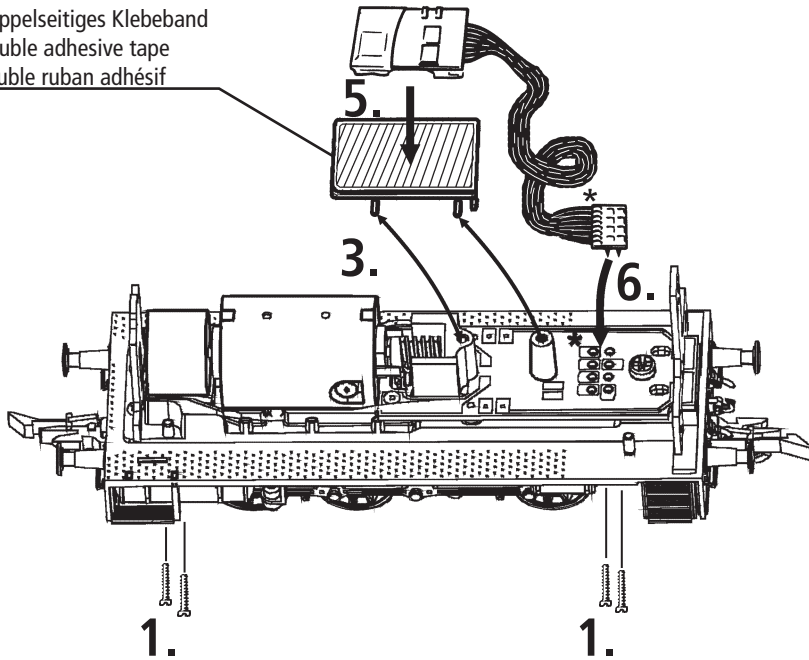

Fig. 8
Schleiferwechsel: siehe Fig. 8
A.C. operation: see Fig. 8
voir Fig. 8